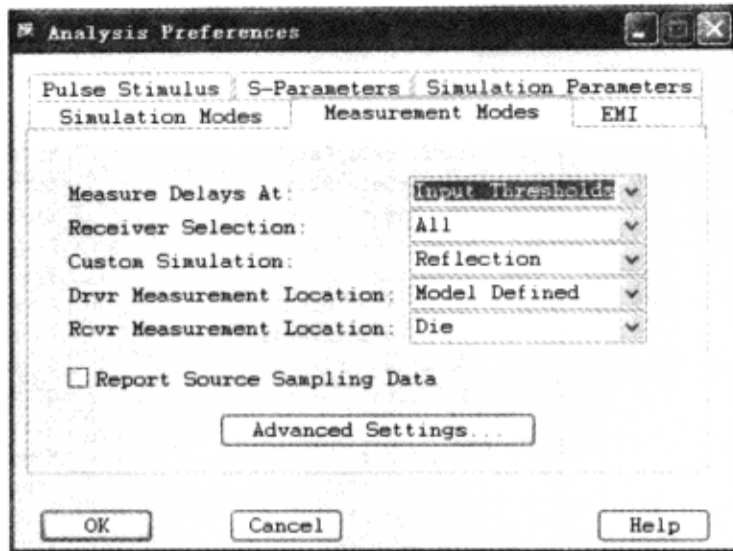

图 3-9-10 设置测量模式
(4) 设置“Measurement Modes”栏，如图3-9-10所示。